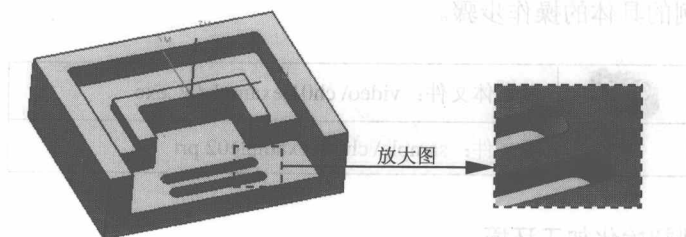

图 1-13 零件拐角
(4) 分析零件的拐角。在【NC 助理】对话框的【分析类型】下拉列表框中选择【拐角半径】选项，在绘图区域选择整个零件，单击【应用】按钮，此时模型中的所有的拐角会以不同的颜色显示，加以区分，如图 1-13 所示。在弹出的【信息】窗口中将显示拐角的